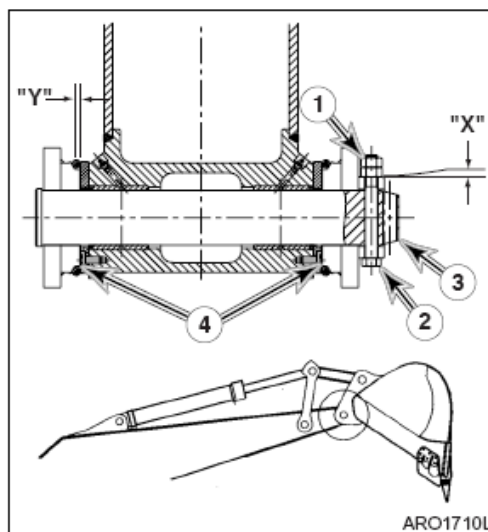

Figura 99
2. Fuerce la cuchara hacia un lado y, en el punto de montaje, compruebe la distancia resultante (de lado a lado) debajo de las juntas tóricas. La distancia total entre la cara lateral del saliente y el borde interior del casquillo de oreja (Y, Figura 99) deberá ser de 1 mm. Una distancia inferior a 1 mm puede causar un desgaste excesivo, mientras que una distancia excesiva puede producir fuertes ruidos y hacer más difícil el control, lo que entrañaría un riesgo potencial.
4. Si es necesario efectuar un ajuste, retire las dos tuercas de bloqueo (1, Figura 99) y el perno (2) del gozne (3). Añada o retire las chapas reductoras de huelgo (4) según lo que considere necesario. Use la misma cantidad de chapas en los dos lados. Instale el perno (2) y dos tuercas de bloqueo (1). Las tuercas de bloqueo deben mantener una distancia de 1 a 2 mm. con respecto al saliente en el punto (X).